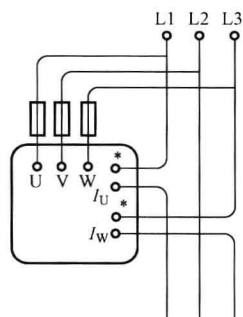

图 1-20 三相电功率表接线图
1) 三相电功率表用于测量三相电的功率，接法如图 1-20 所示。
② 电能表的使用